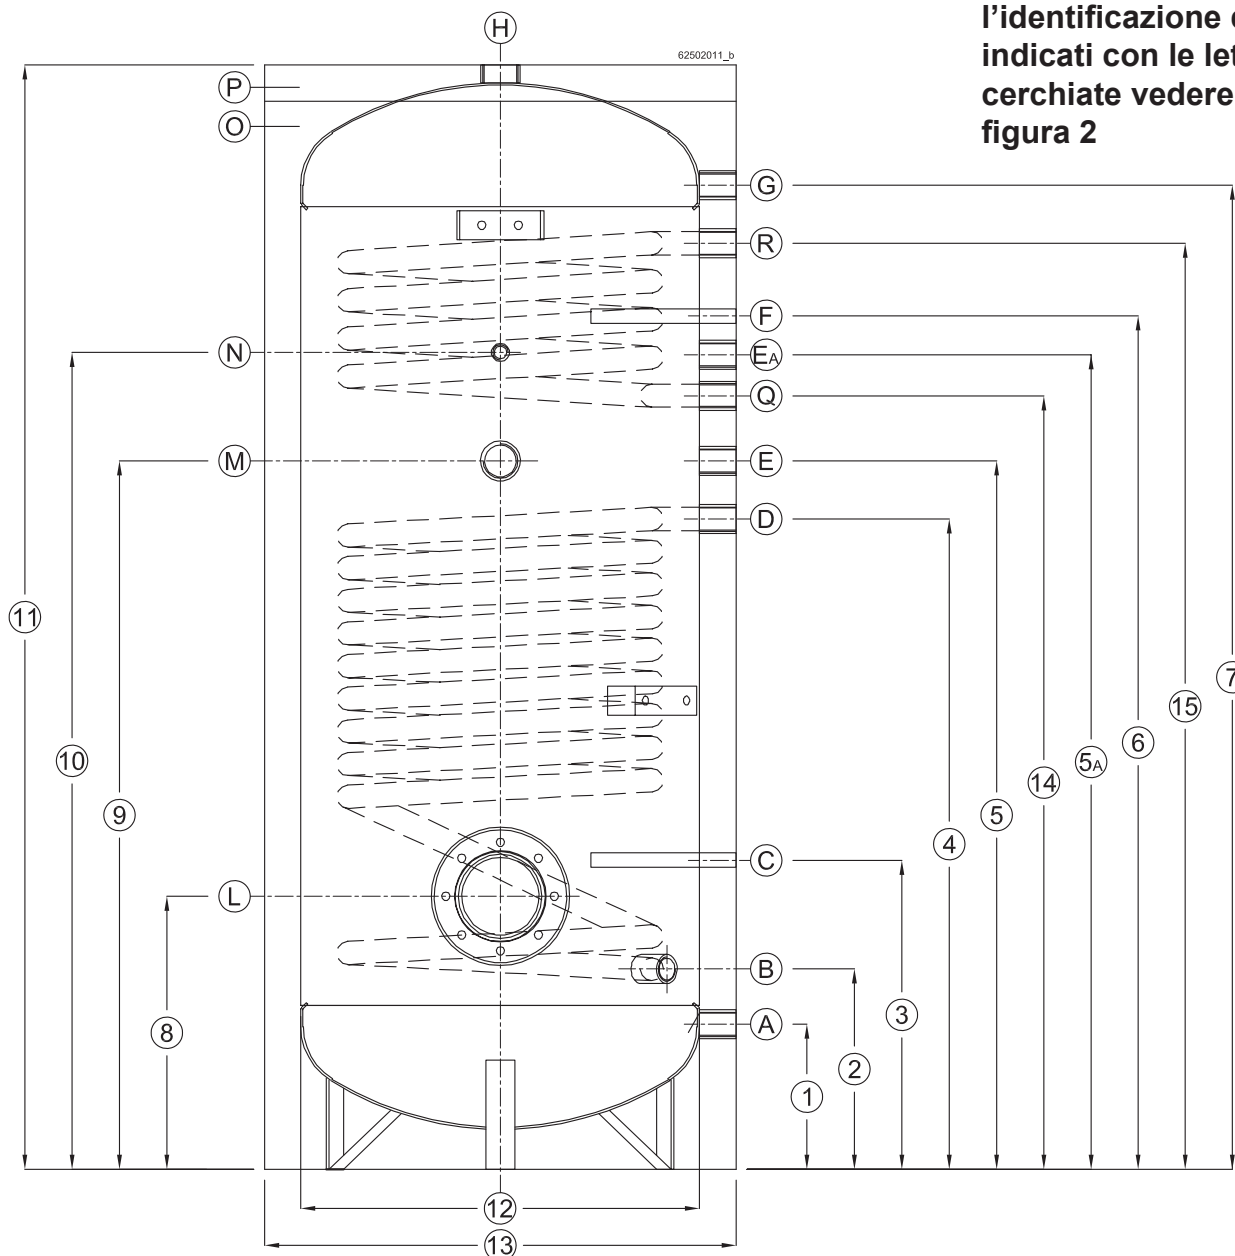

Figura 8 - Dimensionali bollitore BP 200-1000/2 (riportate in mm al capitolo 4.3)
* I raccordi, particolari "14" e "15" di figura 8 sono presenti solo sui modelli BP a due serpentine.